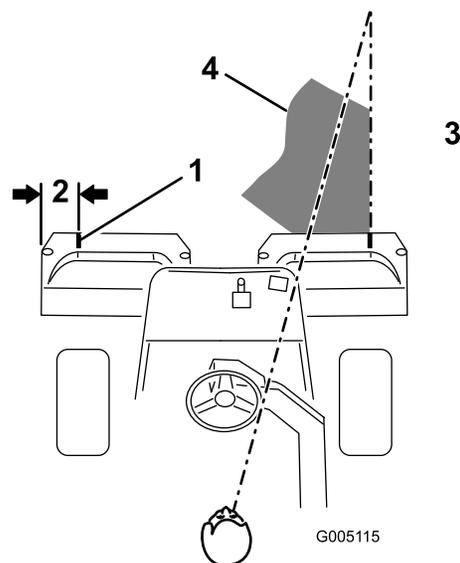

図 29
2. その位置に白色テープか白ペンキで集草箱の縁と平行に目印を入れる 図 29。
**注** グリーン内をぶれずにきれいに直進し、刈り込みの済んだ列との距離を一定に保って走るためには、車体前方 1.8 から 3 m のところに視線を置いて、刈り込み済みの済んでいる列にラインを合わせるようにするのがコツです **図 29** および **図 30**。ハンドルを目印にして距離を合わせても良いでしょう。その場合、ハンドルの縁と本機前方の目標ラインとを重ねて見ながら運転します。